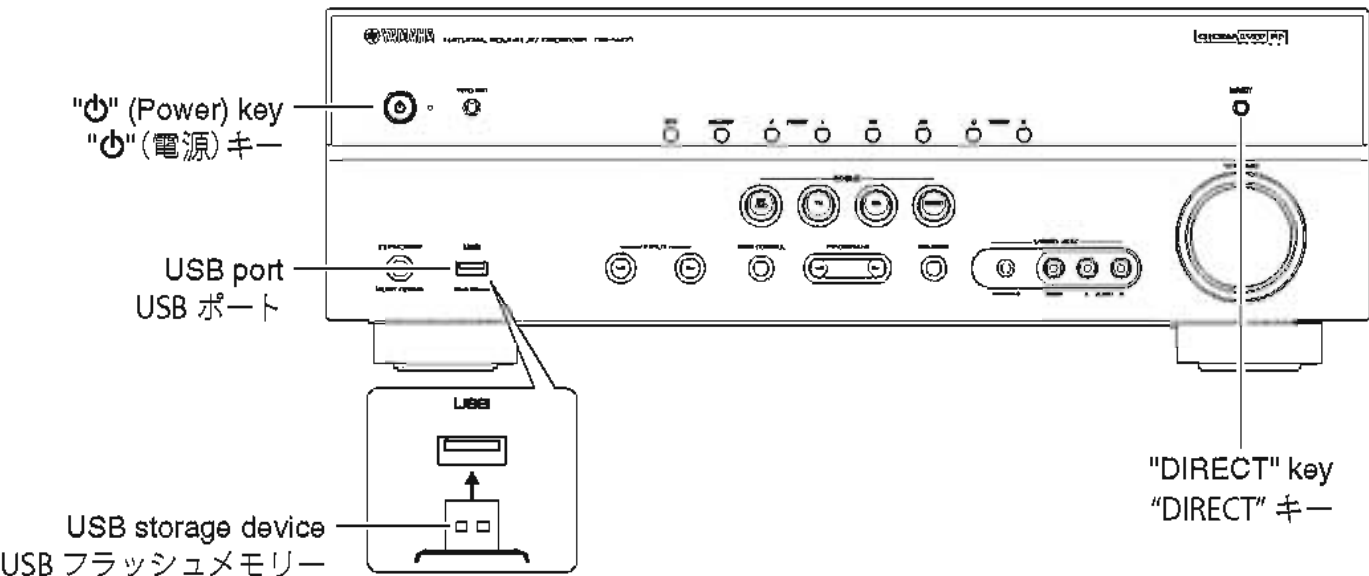

Fig. 1
(Fig. 1)
- 2. While pressing the "DIRECT" key, connect the power cable to the AC outlet. (Fig. 1)
- 1. USB ポートに USB フラッシュメモリ を差し込みます。(Fig. 1)
- 2. "DIRECT" キーを押しながら、電源コードを AC コンセントに接続します。(Fig. 1)
- 5. Press the "Power" key to turn off the power. (Fig. 1)
- 6. Remove the USB storage device from the USB port. (Fig. 1)
- 5. "Power" キーを押して電源を切ります。(Fig. 1)
- 6. USB ポートから USB フラッシュメモリ を抜きます。(Fig. 1)